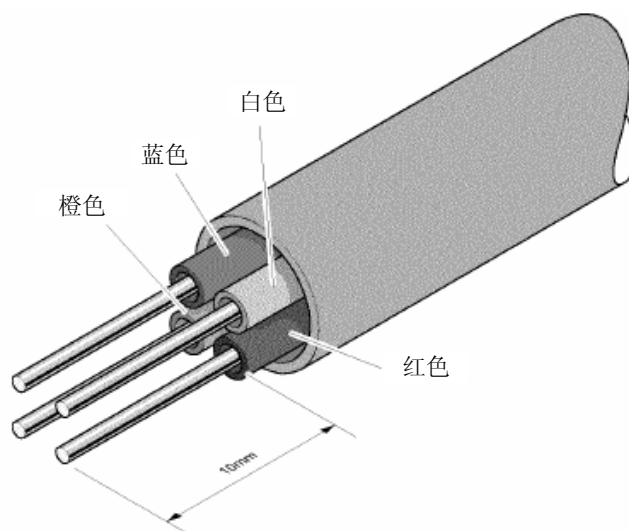

图 7-11
4. 剥去这四根带有颜色的导线的绝缘材料，长度为 10mm，如图 7-11 所示。